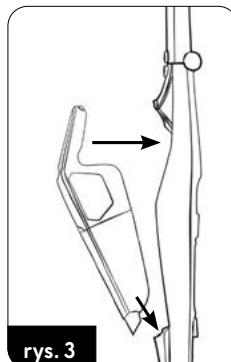

rys. 1
3. Zmontuj poprawnie stację dokującą (stojak) – do podstawy stacji dokującej (18) zamontuj korpus (19) tak jak pokazano na rysunku (rys.1). Zdemontowanie stacji dokującej możliwe jest po zwolnieniu blokady pod spodem podstawy (18). W prowadnicach (21) zamontuj uchwyty (22) w których to możesz parkować dodatkowe wyposażenie odkurzacza.